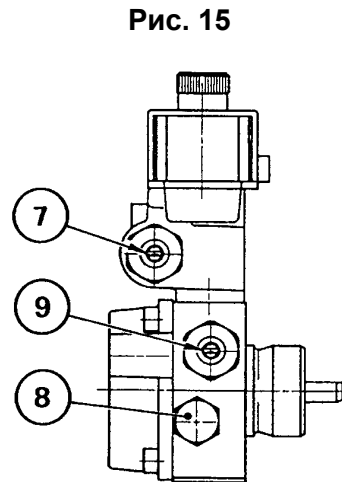

Рис. 15
Манометр для измерения давления устанавливается вместо заглушки (8), смотри рисунок 15.
Манометр для измерения давления устанавливается вместо заглушки (8), смотри рисунок 15. При остановке горелки воздушная заслонка закрывается автоматически, до тех пор, пока максимальное разрежение в дымоходе не достигнет 0,5 мбар.